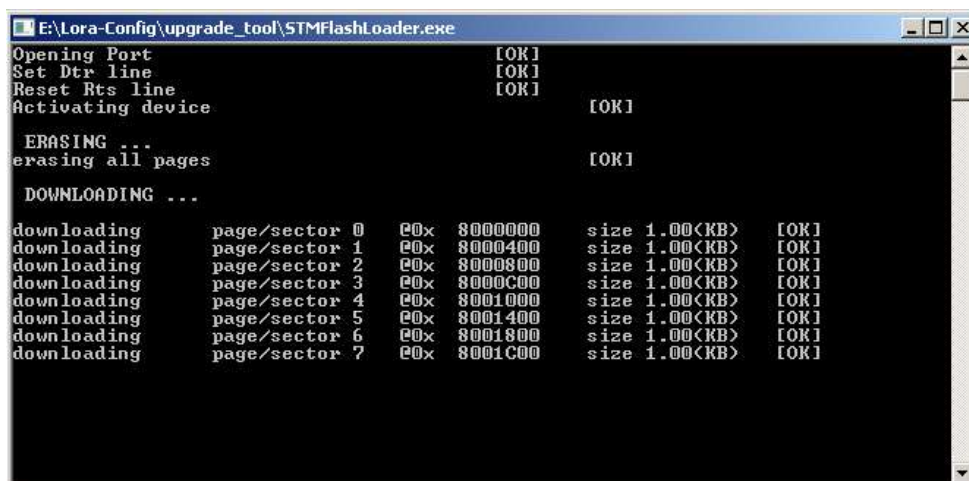

Рисунок 12 – Процесс обновления
2. Для продолжения требуется нажать кнопку «ОК», будет запущен процесс обновления (Рисунок 12).